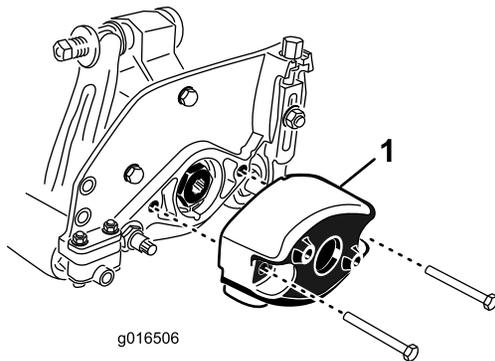

Figura 7
1. Togliete le 2 viti a testa cilindrica che fissano il contrappeso all'estremità destra dell'apparato di taglio. Togliete il contrappeso (Figura 7).